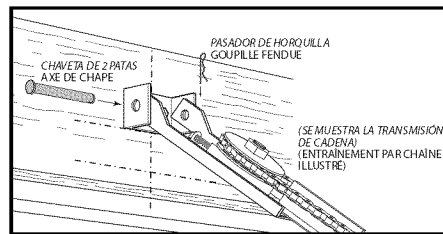

FIG. 2-5 Montaje de riel al soporte del travesaño. Montage du rail sur le support de linteau.
- Soporte la caja de control en la escalera de tijera para impedir la interferencia con el resorte montado en el travesaño (Fig. 2-5).
- Placer la tête motorisée sur le marche-pied pour éviter toute interférence avec le ressort installé sur le linteau (Fig. 2-5).